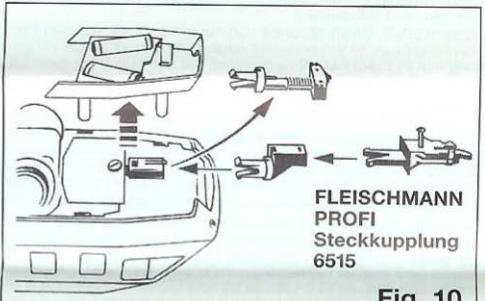

Fig. 10
**Kupplungstausch:** Sollen mehrere Triebzüge Kopf an Kopf zusammengekuppelt werden, so kann die Kupplungsattrappe durch einfaches Herausziehen ausgetauscht werden. Schürze entfernen und die Kupplungsattrappe gegen den beiliegenden **Adapter (mit Aufnahmeschacht nach NEM 362)** tauschen (Bild 10). In diesen Adapter die **PROFI-Kupplung 6515** einstecken. (Bei großen Radien kann es unter Umständen genügen, die Schürze auszuschneiden statt sie ganz zu entfernen.)
**Exchanging the couplings:** If more railcars are coupled together head to head, then by simply pulling it out, the coupling equipment can be exchanged. Remove the skirts and swap the coupling equipment for the enclosed adapter (fig. 10). Clip in the **PROFI-coupling 6515** into this adapter. (On larger radius curves, it may well be that under certain circumstances it will be sufficient to cut out the skirts rather than removing them altogether).
**Remplacement de l'attelage:** Lorsque plusieurs autorails sont couplés entre eux, il faut enlever simplement, par une traction, l'attelage facilité des extrémités. Enlever la jupe et remplacer cet attelage par l'**adaptateur (NEM 362)** joint dans l'emballage (fig. 10). Engager un **attelage PROFI 6515**. (Sur des grands rayons de courbure, il est possible qu'on puisse seulement décoper partiellement la jupe au lieu de la supprimer.)
**Het vervangen van de koppeling:** Wanneer meerdere treinstellen met elkaar gekoppeld moeten worden, dan kan de imitatiekoppeling eenvoudig losgetrokken worden. Schortplaat verwijderen en de imitatiekoppeling tegen de meegeleverde **adapter (NEM 362)** ruilen (fig. 10). In deze adapter de **PROFI-koppeling 6515** steken. (Bij grotere bogen is het veelal voldoende om de schortplaat iets in te kepen in plaats van deze geheel te verwijderen.)
**Udskiftning af koblinger:** Hvis flere tog skal kobles sammen ende mod ende, kan koblingsattrappen trækkes ud og udskiftes. Skørlet fjernes, og attrappen udskiftes med den vedlagte **adapter** (NEM 362) (fig. 10). **PROFI-kobling 6515** stikkes ind i adapteren. (Ved store radier kan det under visse omstændigheder være nok, kun al akære en del af skørterne, i sledelet for at fjerne disse helt.)
**Sostituzione del gancio:** Volendo agganciare più autotreni testa-a-testa si può sostituire l'imitazione del gancio mediante semplice estrazione. Togliere il grembiule e sostituire il gancio finto con l'acciaio adattatore (NEM 362 / fig. 10) ed inserirvi il **gancio PROFI 6515** (nei raggi grandi può essere sufficiente ritagliare il grembiule invece di toglierlo del tutto).